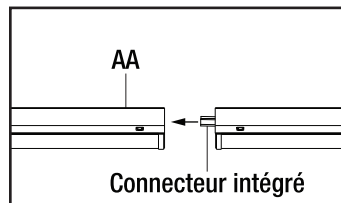

Fig. 1
- Connectez chaque luminaire supplémentaire à l'aide du câble de liaison (FF) ou bout à bout avec connecteur intégré sur le luminaire. Connectez bout à bout avec le connecteur intégré sur le luminaire (voir Fig. 1) ou insérez le câble de liaison (FF) dans la prise à l'extrémité de chaque corps de luminaire (AA). Lorsque vous utilisez le câble de liaison (FF), la distance maximale entre deux luminaires est de 12 pouces.